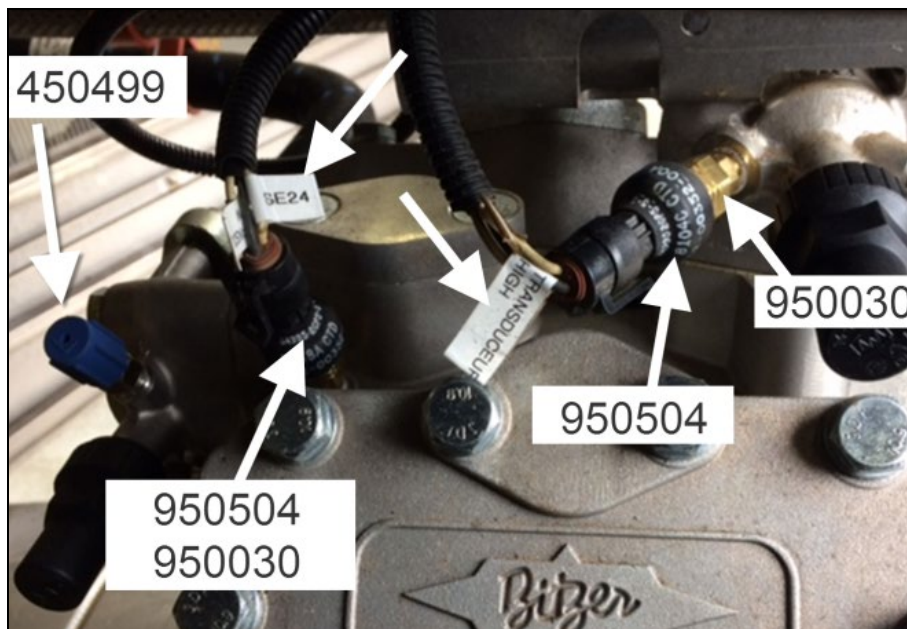

FIGURE 41
73. Installer toutes les pièces (5) montrées dans Figure 41 sur le nouveau compresseur.
74. Relier le raccord existant Se23 (haut) et le raccord existant Se24 (bas) aux capteurs comme illustré dans Figure 41.